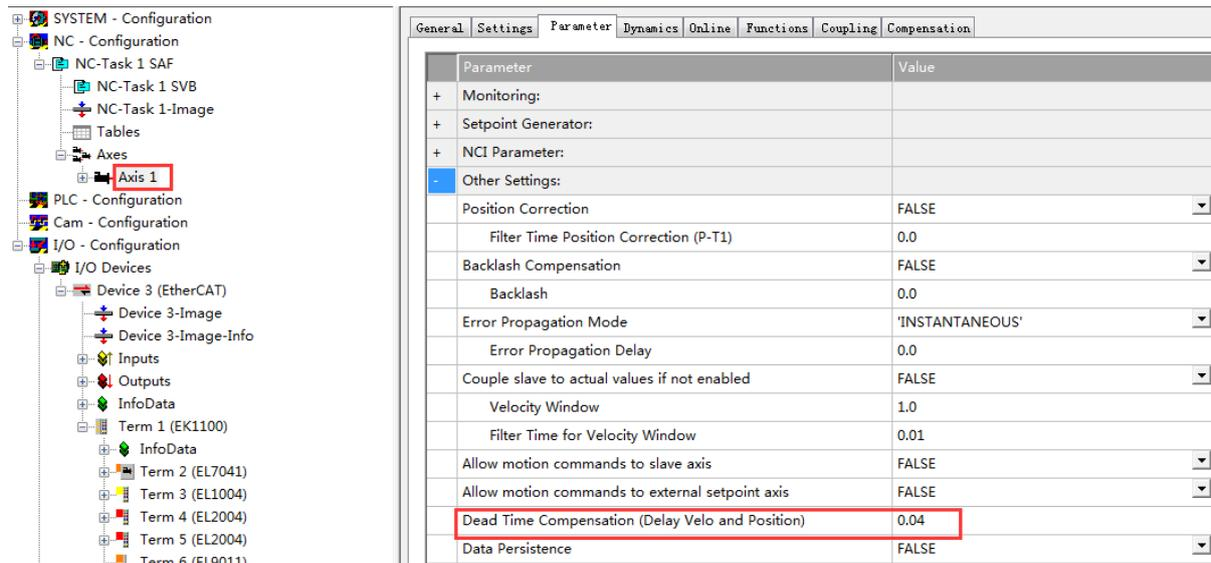

图 3-8
8、修改死区补偿时间，设置该时间应为 PLC\_TASK 周期的 0.004 倍，本案例中 PLC\_TASK 周期为 10ms，那么设置为 0.04ms（如图 3-8）